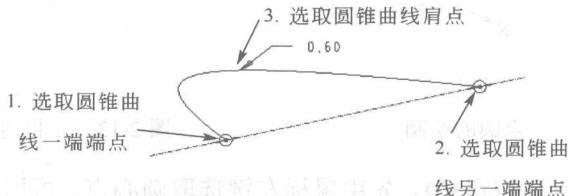

图 2-19 圆锥曲线的绘制
(5) **圆锥曲线的绘制** 点选按钮 ，鼠标左键选取圆锥曲线两 endpoint，再左键选取圆锥曲线肩点。当曲率 $\rho=0.5$ 时为抛物线，当 $0.05 < \rho < 0.5$ 时为椭圆曲线；当 $0.5 < \rho < 0.95$ 时为双曲线。如图 2-19 所示。